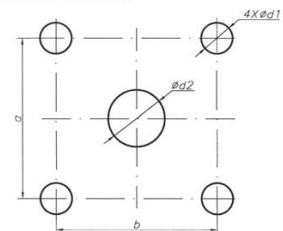

Рисунок 2 : установочные размеры серии LW32
5.2 Установочные размеры см. рисунок 2